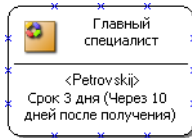

Рис. 4.20.
4. Нажмите кнопку **ОК**. Срок, отведенный на выполнение задания, отобразится в нижней части компонента **Участник бизнес-процесса** (рис. 4.20).